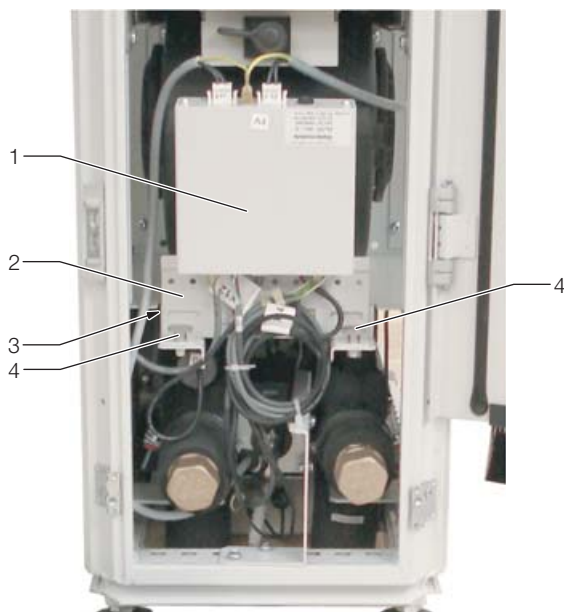

Рис. 25: Блок управления водяным модулем
- Установите блок управления вместе с держателем (рис. 25, поз. 1 и поз. 3) на несущую панель (рис. 25, поз. 2) в Liquid Cooling Package Inline EC.
- Установите винты с рифленой головкой (рис. 25, поз. 4) и затяните их.